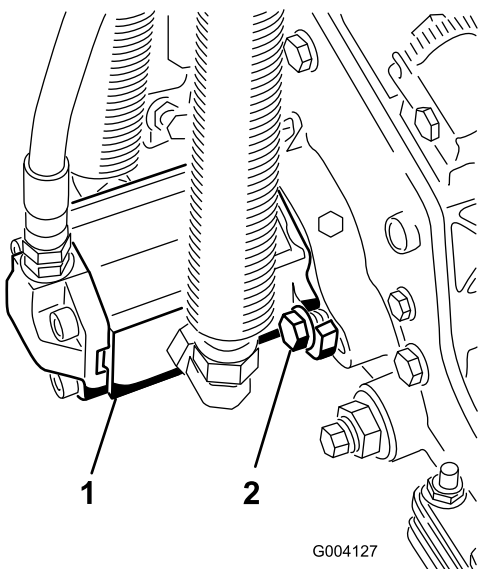

Figura 32
3. Montați motorul rotindu-l în sensul acelor de ceasornic, astfel încât flanele motorului să treacă de uruburi (Figura 32).